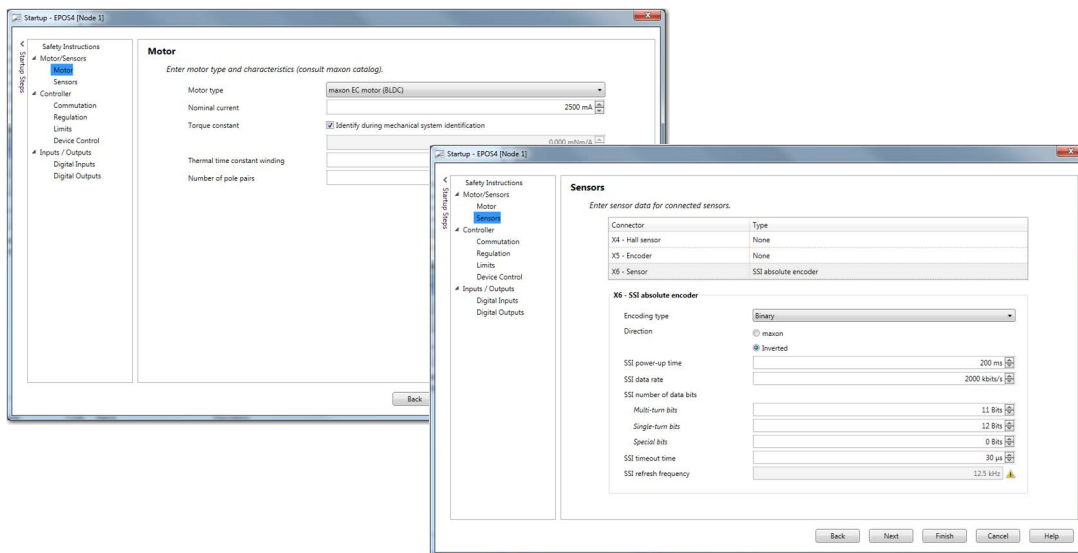

Figure 8-124 Adjustment of SSI commutation offset value | Set motor and sensor data
- 7) Configure the data for motor and SSI absolute encoder using «EPOS Studio» \ «Startup» wizard \ «Motor/Sensors» \ «Motor» or «Sensors» respectively (→Figure 8-124).